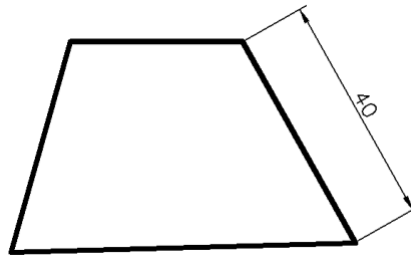

Рис.8 Диаметральный размер
5.2. Параллельный размер (рис.8)
6. Выполнить чертежи с использованием команды «Подобие». Нанести размеры (см.рис.8)